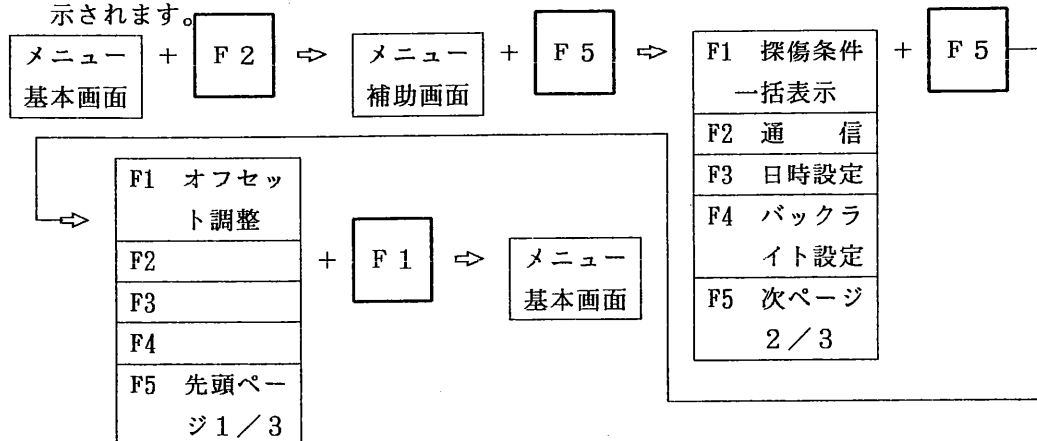

図 6.2.15 オフセット調整方法
- ③ 選択キー〔F 5〕を1回押すとメニューエリアに図 6.2.15 に示す選択メニューが表示されます。
- ④ 選択キー [F 1] を1回押すとオフセット調整を行います。図6.2.15に示したように、メニューエリアはメニュー基本画面に戻ります。
6. 2. 2. (10) 時間軸目盛の選択